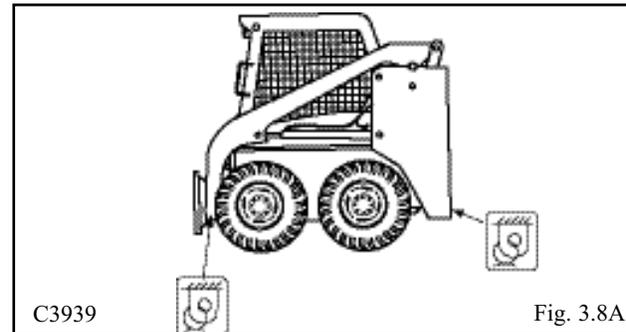

Fig. 3.8A
3. Enganche a la argolla de amarre una cadena, un cable o una cinta de remolque de dimensiones adecuadas (Fig. 3.8A).